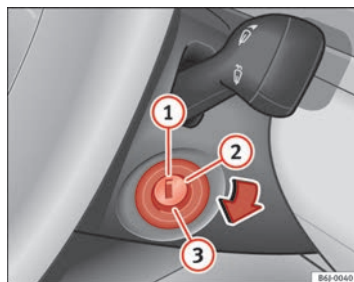

Fig. 106 Positions de la clé de contact
Dans cette position ➔ fig. 106 l'allumage et le moteur sont déconnectés, ce qui peut bloquer la direction.
- Amenez la clé de contact en position ⇒ fig. 106 ②. Le témoin  s'allumera en cas de préchauffage du moteur.
- Lorsque le témoin s'éteint, tournez la clé en position ③ pour lancer le moteur sans appuyer sur l'accélérateur.
- Amenez la clé de contact en position ⇒ fig. 106 ①.